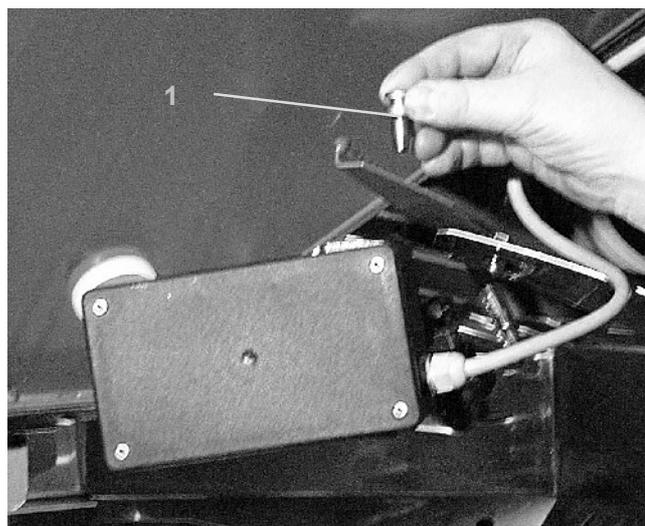

Fig. 102
- Sortez les deux axes d'articulation (Fig. 102/1).